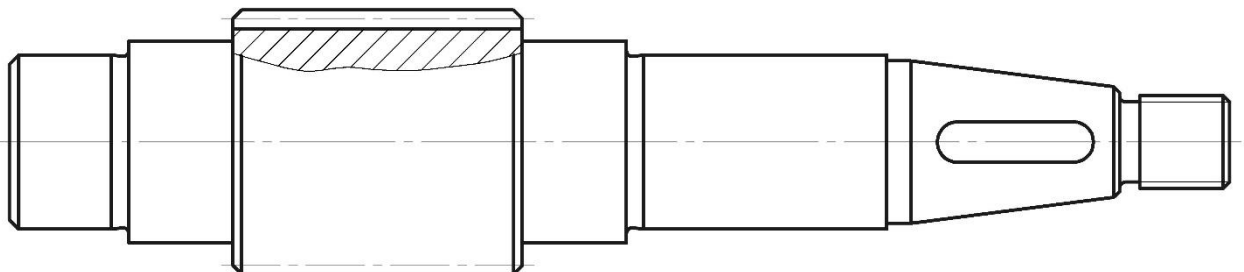

Рисунок 1 – Ескіз валу-шестерні
- 1 Виконуємо ескіз заданої деталі (рис. 1).